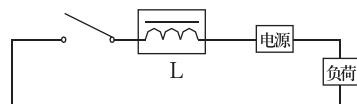

图11
- 参考3：使用电压比图1所示值还高，接点与负载之间的电缆线长大于10m时，配线间形成电容，易产生电涌电流，还可能导致接点熔化。此时可照图11所示，在接点附近串接电涌抑制元件。